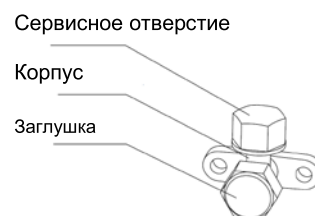

Рисунок 4.9
- 1) Название компонентов см. Рисунок 4.9. С завода поставляется с закрытым клапаном.